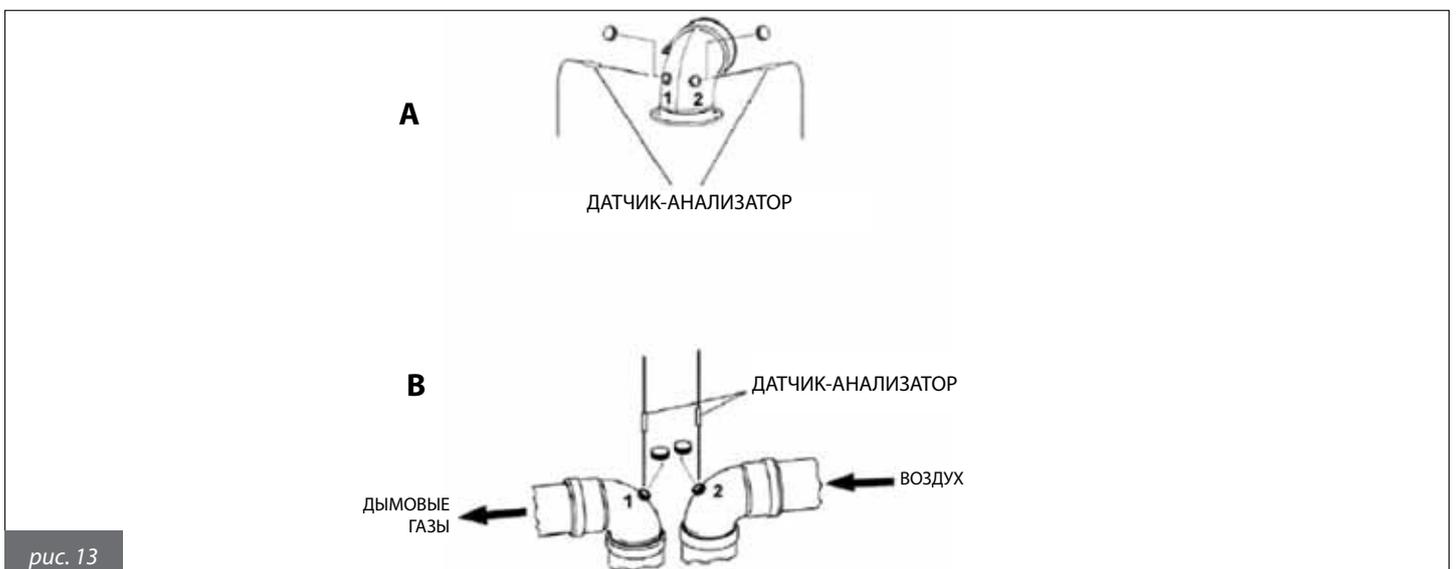

рис. 13
- Измерить температуру воздуха для горения через отверстие 1 (см. рис. 13 А для котлов с герметичной камерой сгорания, укомплектованных трубами со специальными отверстиями).
- Измерить температуру отходящих газов и содержание CO₂ через отверстие 2 (см. рис. 13 А для котлов с герметичной камерой сгорания, укомплектованных трубами со специальными отверстиями).
- Измерить температуру воздуха для горения через отверстие 2 (см. рис. 13 В для котлов с герметичной камерой сгорания, укомплектованных трубами со специальными отверстиями).
- Измерить температуру отходящих газов и содержание CO₂ через отверстие 1 (см. рис. 13 В для котлов с герметичной камерой сгорания, укомплектованных трубами со специальными отверстиями).